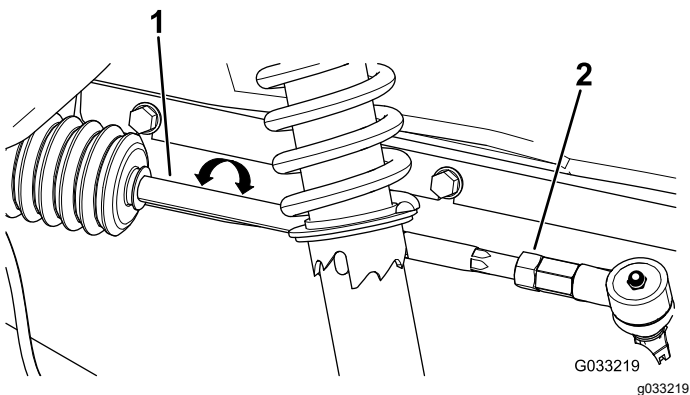

Figura 42
3. Si la distancia no es de 0–6 mm (0–¼"), afloje las contratueras en el extremo exterior de las bielas (Figura 42).